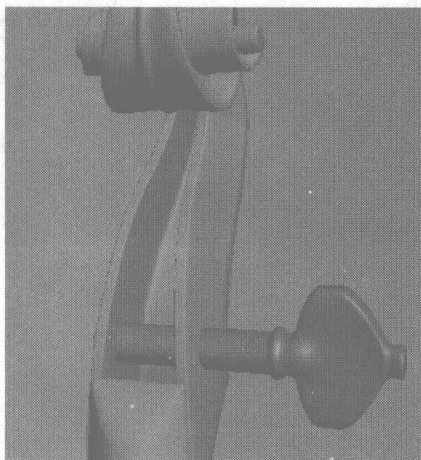
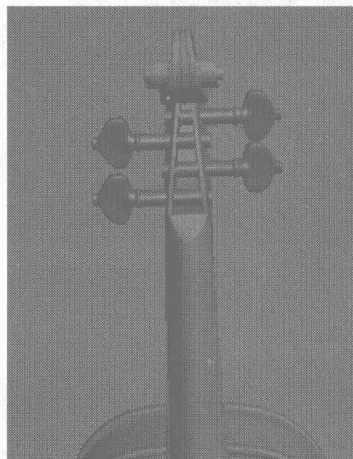

图 5.375
图 5.376
- 12 单击右键，在弹出的快捷菜单中选择 **Unhide All** 选项，显示所隐藏模型，如图 5.375 所示。选择弦轴模型，按住 Shift 键复制出其他几个弦轴，并调整到如图 5.376 所示的位置。至此，弦轴制作完成。